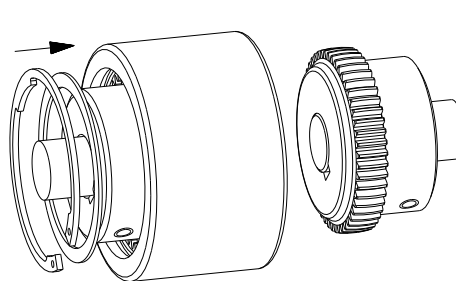

図 15
- スリーブの軸方向の動きが制限する為、C 形止め輪をスリーブの溝に取付けて下さい(図 15 をご参照)。